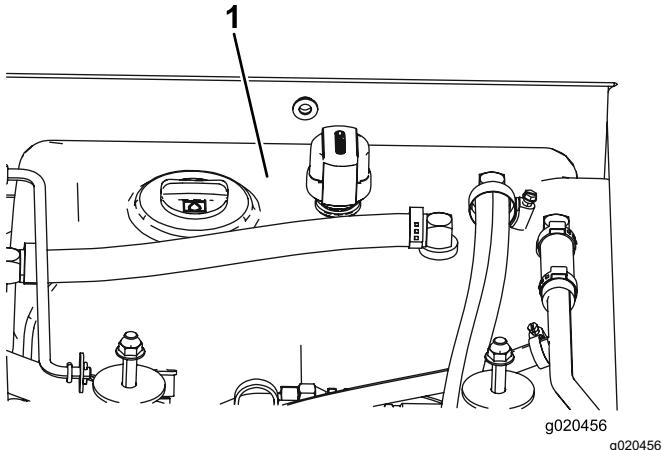

Figure 79
4. Remplissez le réservoir (Figure 79) de liquide hydraulique; voir Contrôle du niveau de liquide hydraulique \(page 70\).